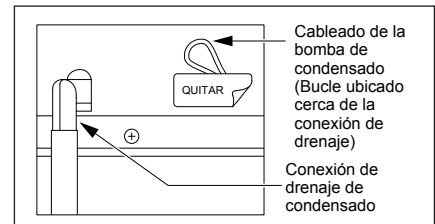
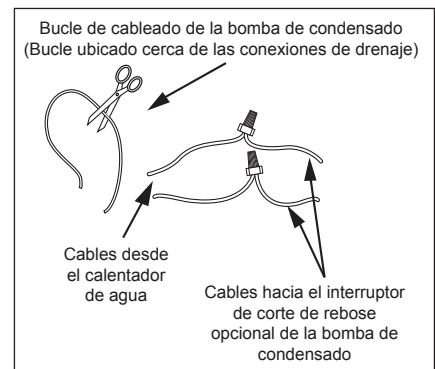

Figura 13 - Cableado de la bomba de condensado.
Figura 14 - Bucle de cableado para la conexión a la bomba de condensado.
**1** Ubique el bucle de cableado junto a la conexión de drenaje de condensado y quite la etiqueta (Figura 13). Corte el bucle y pele el aislamiento de los dos extremos (Figura 14).